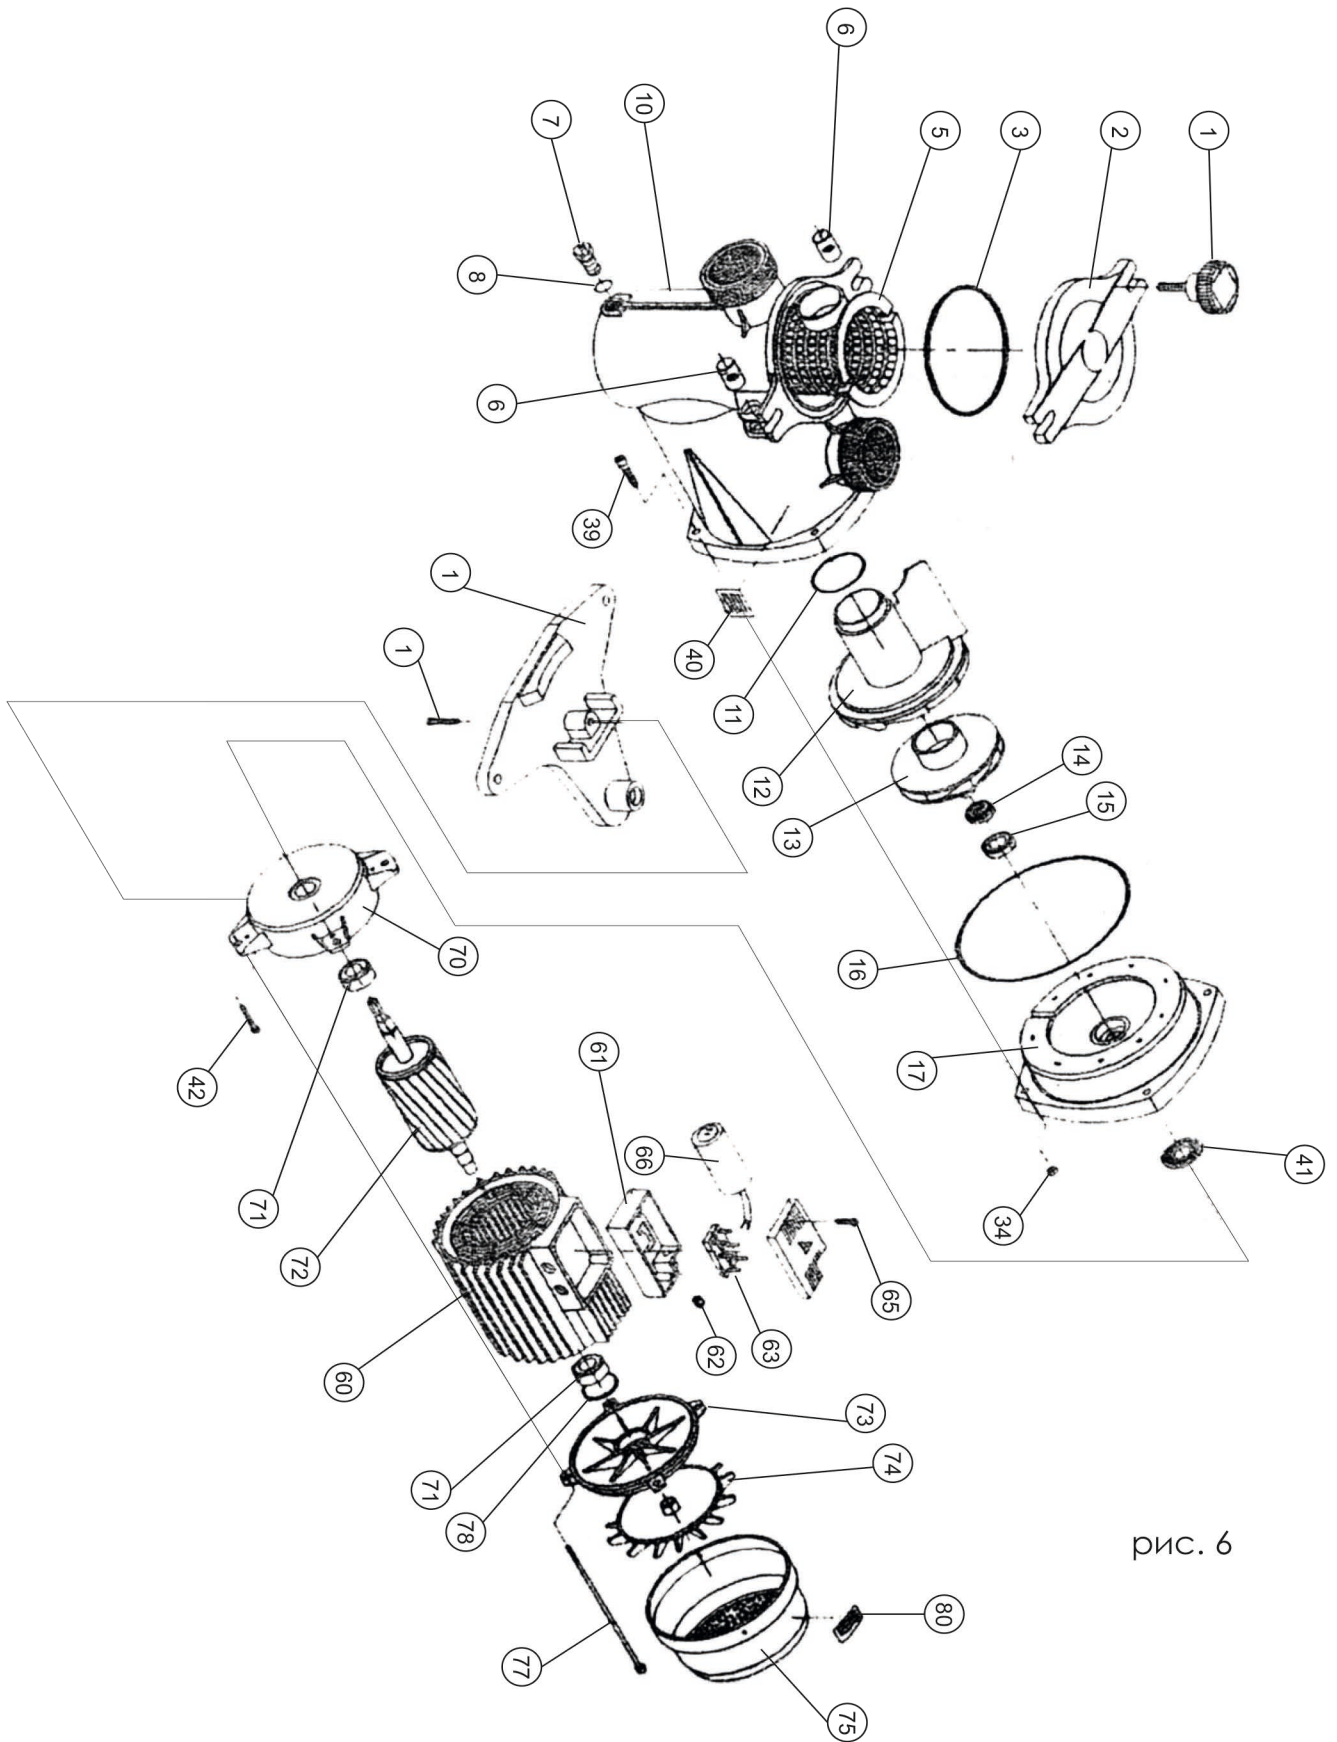

рис. 6
Перед запуском насоса, расположенного выше уровня воды в бассейне снимаете крышку насоса (2) (рис. 6 стр.13) и аккуратно заливаете насос чистой водой до уровня всасывающего патрубка и закрываете крышкой (2). Убедитесь, что крышка герметично закрыта.
Запрещается запускать оборудование в разобранном виде и с отсутствующим фильтром (4) (рис.6, стр.13). Это может стать причиной заклинивания двигателя насоса.
Убедитесь, что сила тока в двигателе не превышает значение, указанное на маркировке двигателя (48) (рис.6, стр.13).
При заказе запасных частей, руководствуйтесь наименованием изделий согласно чертежу (рис.6, стр.13).